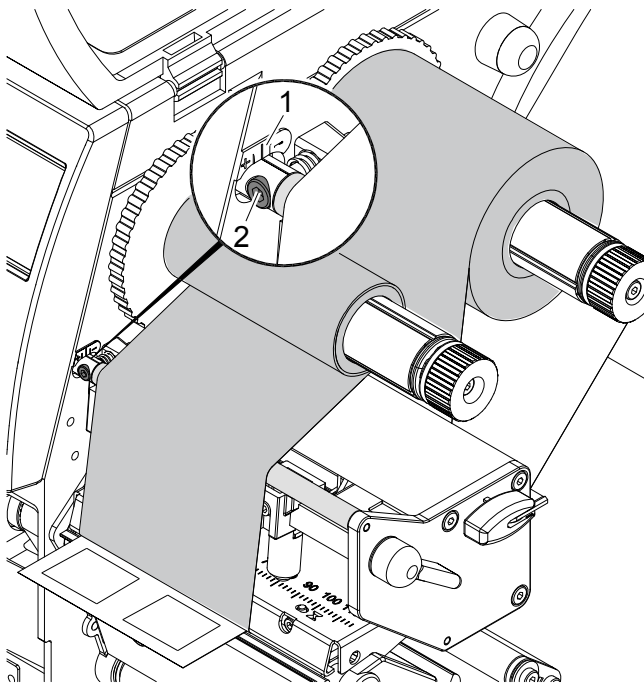

Figura 16 Regolazione del percorso del nastro di stampa
1. Leggere ed eventualmente annotare la regolazione attuale della scala graduata (1) (► Figura 16).
2. Ruotare la vite (2) con la chiave a brugola fornita in dotazione e verificare la stesura del nastro. In direzione + viene teso il bordo interno del nastro di stampa, in direzione – il bordo esterno.